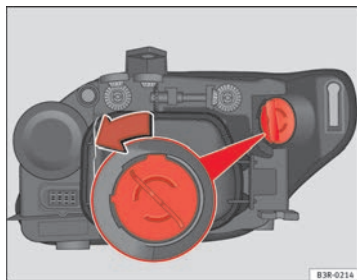

Fig. 207 DRL (feu de circulation de jour)
- Tournez le porte-ampoule dans le sens inverse des aiguilles d'une montre en le saisissant par la poignée ⇒ fig. 207. Retirez le support et l'ampoule.